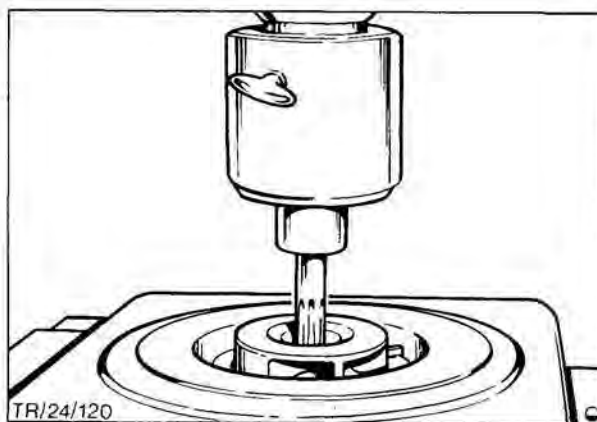

Fig. 15. Press impeller off shaft
3. Press impeller off shaft, Fig. 15.